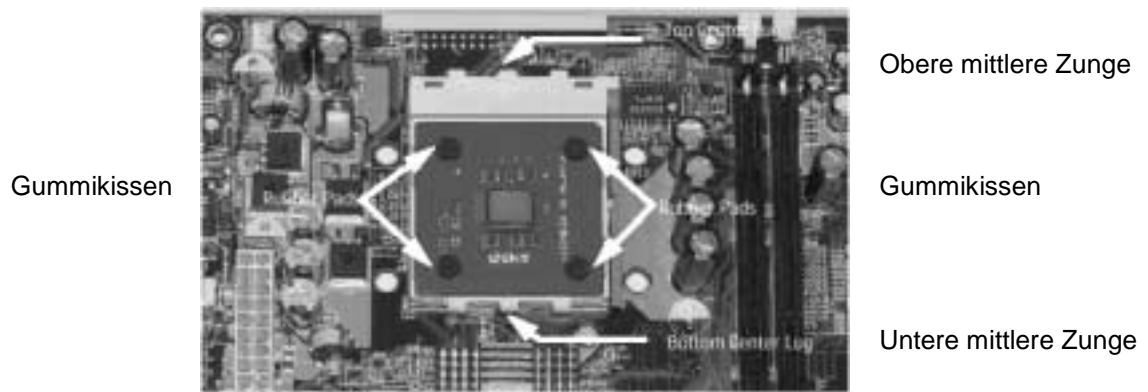

Abbildung 5: Prozessor installiert und Hebel nach unten
5. Abbildung 5 zeigt den installierten Prozessor. Der Lösehebel ist nach unten gestellt, um den Prozessor im Sockel zu verriegeln. Nachdem der Prozessor ordnungsgemäß installiert worden ist, können der Kühlkörper und der Lüfter angebracht werden.